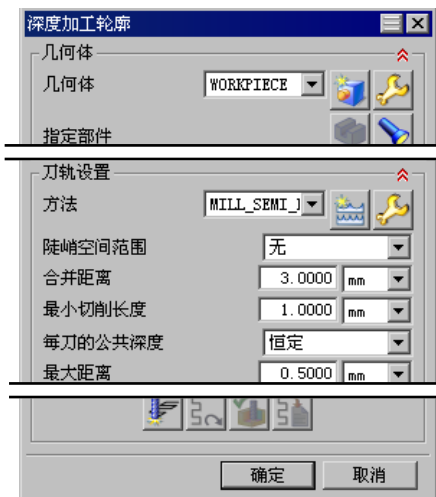

图 13.11 “深度加工轮廓”对话框
Step1. 设置刀具路径参数。参数设置值如图 13.11 所示。